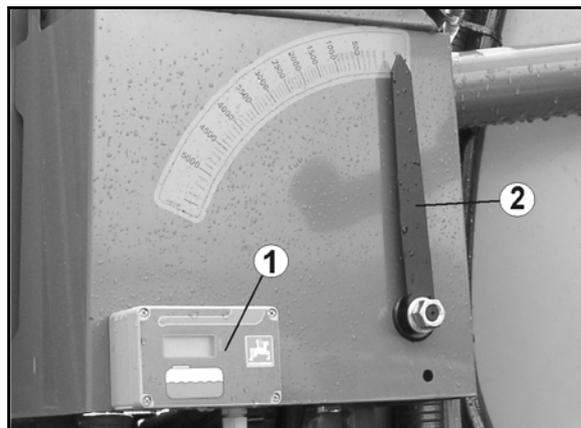

Рис. 53
- При отцепленном агрегате опора опущена (Рис. 53).